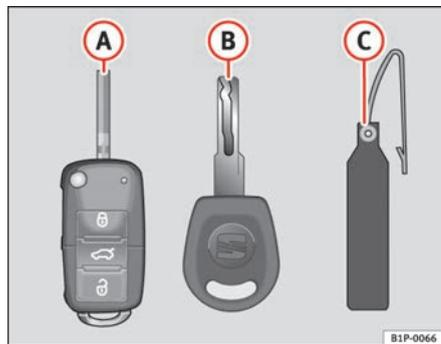

Fig. 62 Set di chiavi
- una chiave a scatto con telecomando ⇒ fig. 62 **A**,
Il codice indicato sulla targhetta ⇒ fig. 62 **B** è indispensabile per poter fare duplicati delle chiavi. Per questo motivo:
- Utilizzare le due chiavi in dotazione con il veicolo ⇒ pag. 102, fig. 62, la chiave provvista di trasmettitore  e la chiave convenzionale .